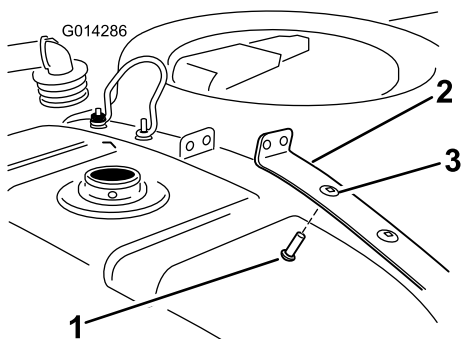

Figure 8
1. Placez un boulon de carrosserie dans le trou intérieur sur la sangle arrière droite de la cuve (Figure 8).